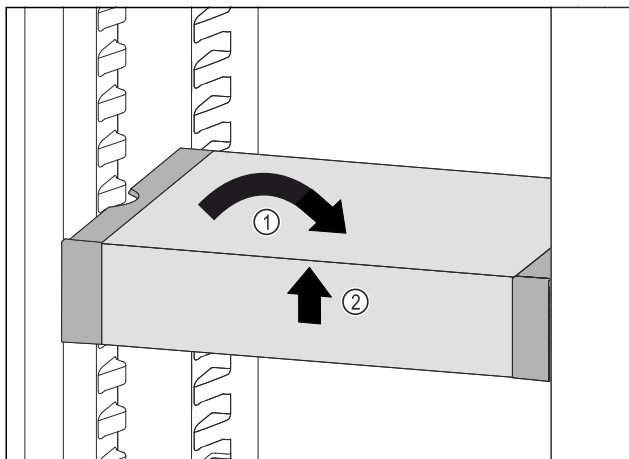

Fig. 129
- Collocare VarioSafe in maniera dritta. Fig. 129 (1)
- Sollevare VarioSafe dal lato anteriore. Fig. 129 (2)